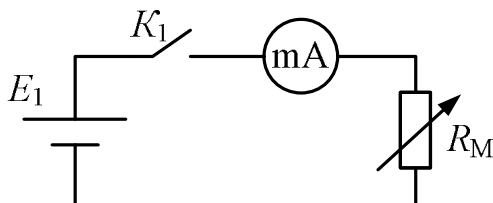

Рис. 2.8
3.1. Соберите схему, приведенную рис. 2.8. В качестве миллиамперметра используйте мультиметр в режиме измерения постоянного тока. Ключ K_1 установите в разомкнутое положение (рычажок вниз).